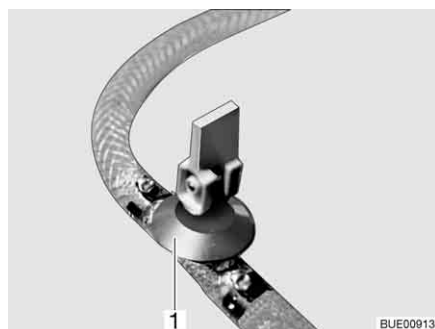

Fig. 142 Robinet de vidange
- Fermer le(s) robinet(s) de vidange. Placer le levier à bascule (Fig. 142,1) en position horizontale.
- Ouvrir le(s) robinet(s) de vidange (Fig. 142). Pour cela, placer le levier à bascule (Fig. 142,1) en position verticale. Le chauffe-eau se vide à l'extérieur.